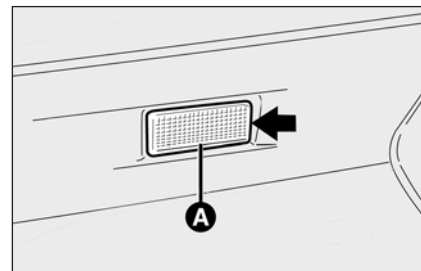

fig. 42
- estrarre la plafoniera **A-fig. 42** facendo leva nel punto indicato dalla freccia;